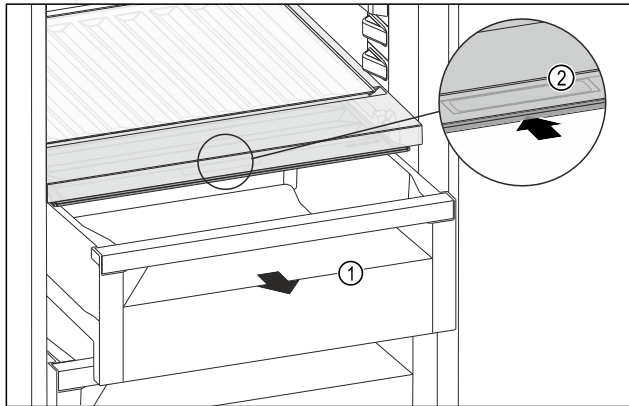

Fig. 110
- Извлеките выдвижной ящик Fig. 110 (1).
- Возьмитесь за утопленную ручку Fig. 110 (2) на крышке отделения и одновременно введите крышку отделения назад.